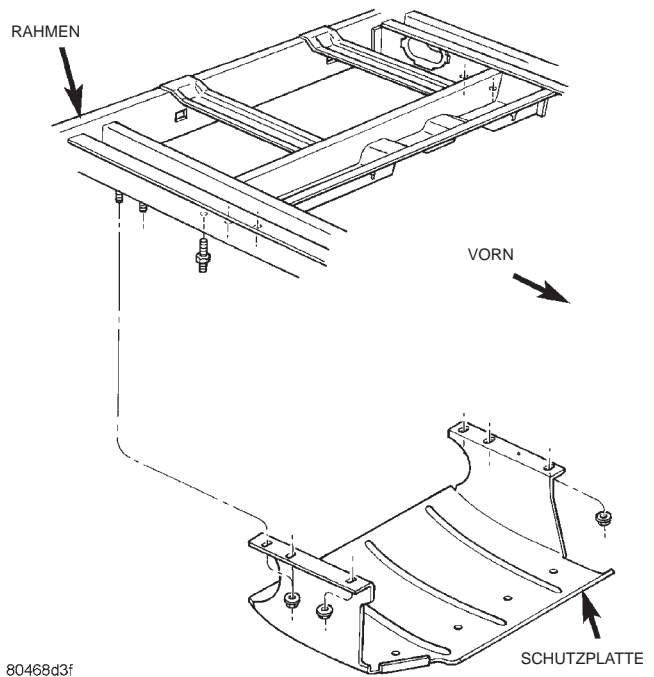

Abb. 4 Schutzplatte/Kraftstoffbehälter
- (1) Die Anhängerkupplung ausbauen.
- (2) Die Schutzplatte abstützen.
- (3) Die Befestigungsmuttern lösen, mit denen die Schutzplatte an den Längsträgern befestigt ist (Abb. 4).
- (4) Die Schutzplatte abnehmen und die Abstützung entfernen.